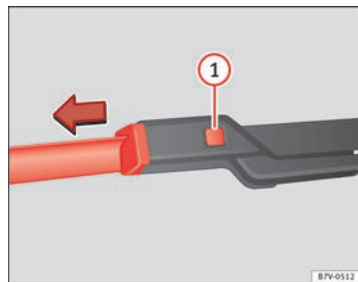

Fig. 111 Substituição das escovas do limpa pára-brisas.
- Mantenha pressionado o botão de desbloqueio ⇒ Fig. 111 ① e puxe ligeiramente a escova no sentido indicado pela seta.